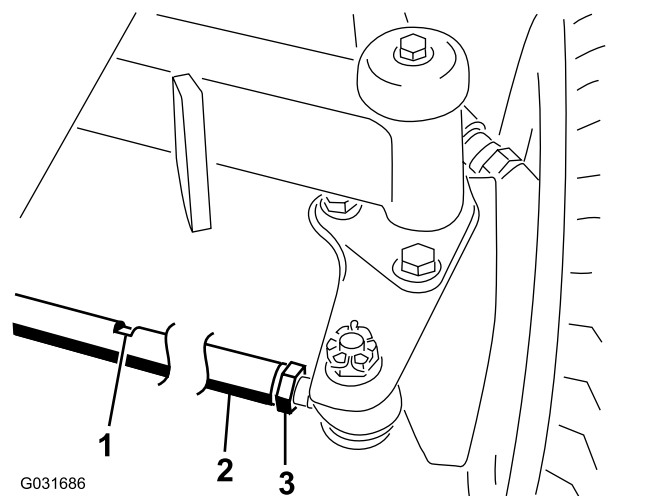

図 62
2. 各タイロッド図 62 の端についているジャムナットをゆるめる。